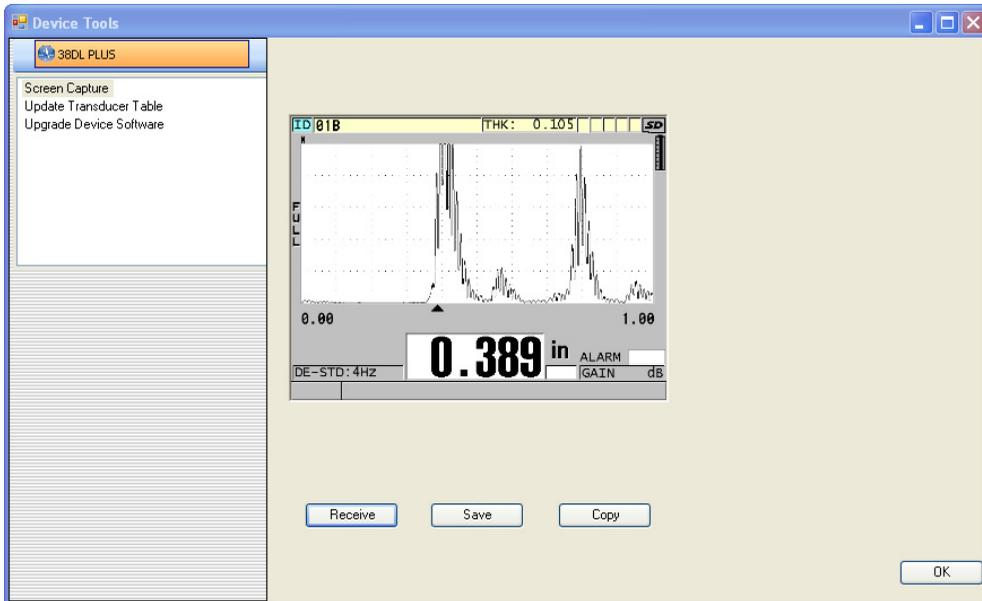

Рис. 14-8 Окно Device Tools с экраным снимком
- b) В окне **Device Tools** (см. Рис. 14-8 на стр. 284) выберите **Screen Capture** (Экранный снимок) и щелкните **Receive** (Получить). По завершении передачи данных появляется изображение экрана.